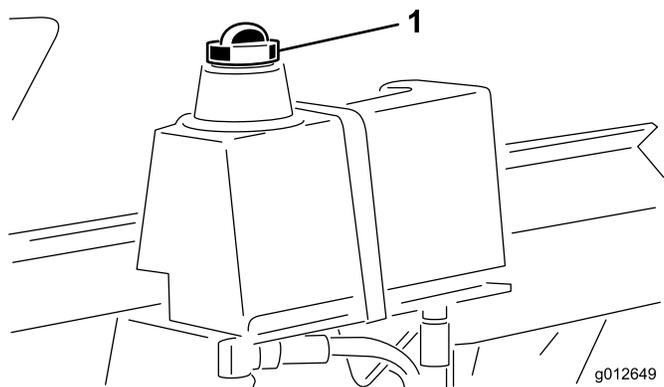

Рисунок 9
2. Очистите зону вокруг заливной горловины и крышки гидравлического бака (Рисунок 9). Снимите крышку заливной горловины.